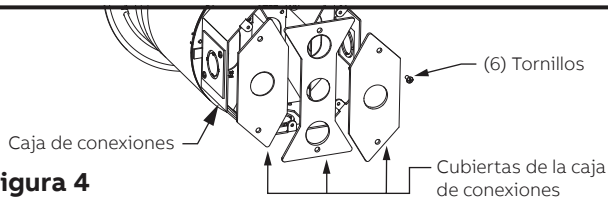

Figura 4
4.1 Retire las (3) cubiertas inferiores de la parte inferior de la caja de conexiones retirando los (6) tornillos que sujetan las cubiertas (consulte la figura 4).
4.3 Vuelva a colocar las (3) cubiertas inferiores de la caja de conexiones (consulte la Figura 4).